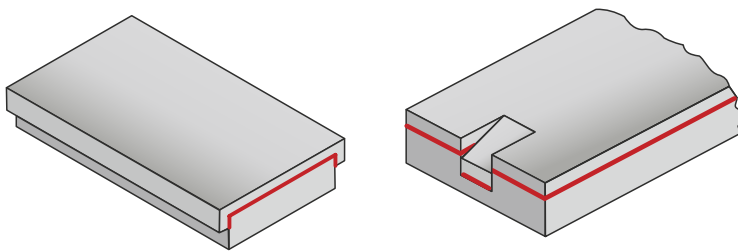

Abb. 31: Fixierung von Gleitstreifen durch Formschluss
- durch Formschluss lt. Abb. 31